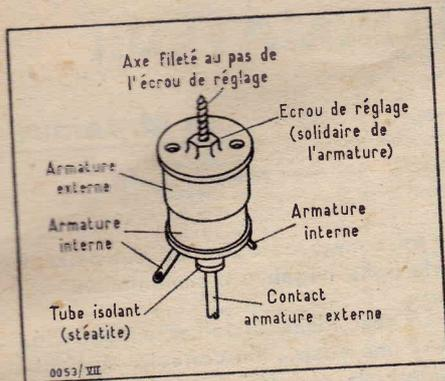
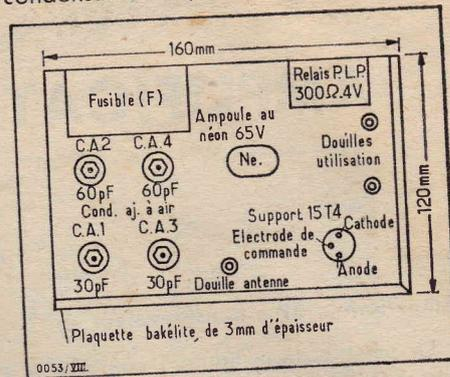
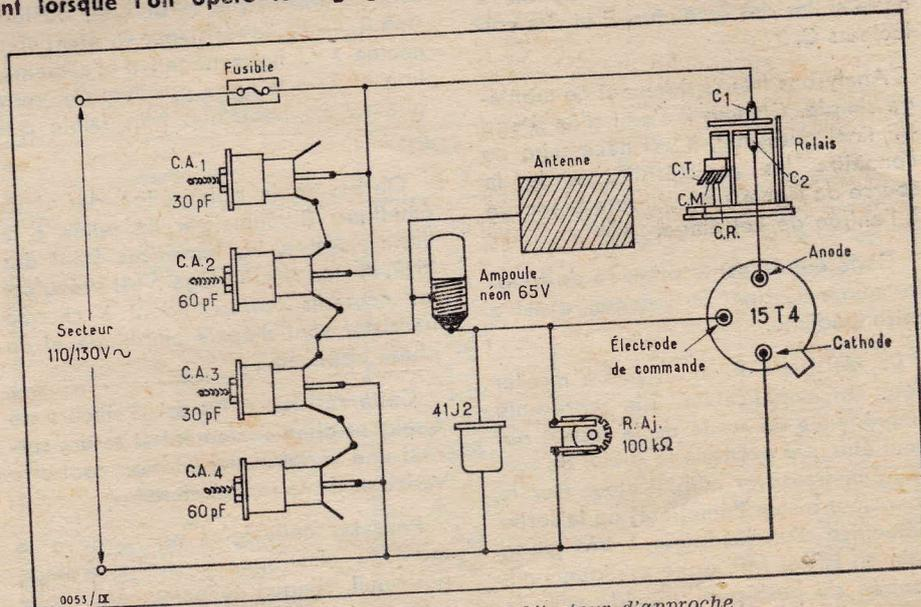

Fig. 5 — Détail et branchement des armatures des condensateurs ajustables à air Transco (30 ou 60 pF).
Fig. 6 — Platine de montage (vue par dessus). Emplacement rationnel des pièces.
Fig. 7 — Plan de câblage du détecteur d'approche.
(fig. 5, 6 et 7)
fig. 5. L'emplacement des pièces l'est tout autant (fig. 6). Le câblage (fig. 7) est réalisé comme suit : la douille pour fiche banane (D 1) est connectée à une borne demeurant libre de ce dernier est branchée à l'armature externe du condensateur ajustable à air de 30 pF (CA 1), à l'armature externe du condensateur ajustable à air de 60 pF (CA 2), ainsi qu'à la cosse C 1 du relais sensible de P.L.P. 601 de 300 Ω/4 V ; la cosse C 2 de ce dernier est reliée à l'anode du transistor-thyratron « Sesco » 15 T 4 ; une cosse de l'armature interne de CA 1 est connectée à une cosse de l'armature interne de CA 2 ; la cosse demeurant libre de l'armature interne de ce dernier est branchée à une cosse de l'armature interne de CA 3, au culot de l'ampoule au néon de 65 V (Ne.), ainsi qu'à la douille pour fiche banane où sera par la suite branchée l'antenne ; la cosse demeurant libre de l'armature interne de CA 3 est reliée à une cosse de l'armature de CA 4 ; l'armature externe de CA 3 est connectée à une cosse de l'armature externe de CA 4, à la douille pour fiche banane D 2, à un fil de la diode au silicium « Sesco » 41 J 2, (1) à une cosse de la résistance ajustable « Matera » Justohm de 100 kΩ (RA), ainsi qu'à la cathode du transistor-thyratron 15 T 4 ; le plot central de l'ampoule au néon (Ne.) est branché au fil demeurant libre de la diode 41 J 2, à la cosse demeurant libre de la résistance ajustable (RA), ainsi qu'à l'électrode de commande du transistor-thyratron 15 T 4.